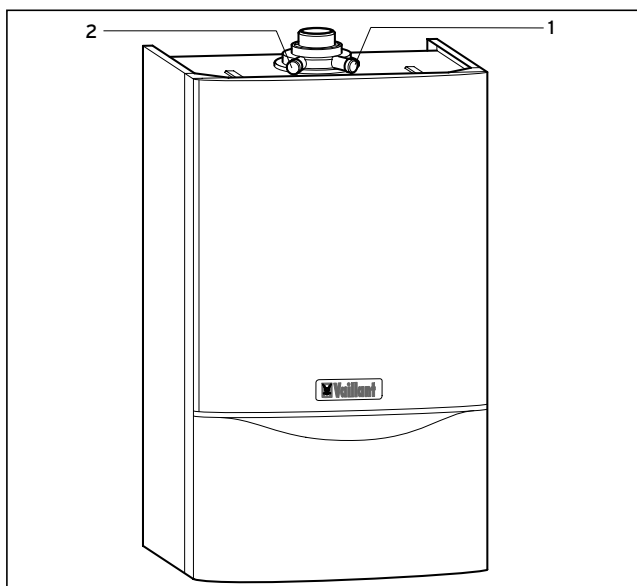

Рис. 3.17 Измерения, выполняемые специалистом по дымоходам (на аппарате)
- Произведите измерения в дымоходе через измерительный штуцер (1) (рис. 3.17). Измерения в воздуховоде Вы можете произвести через измерительный штуцер (2).